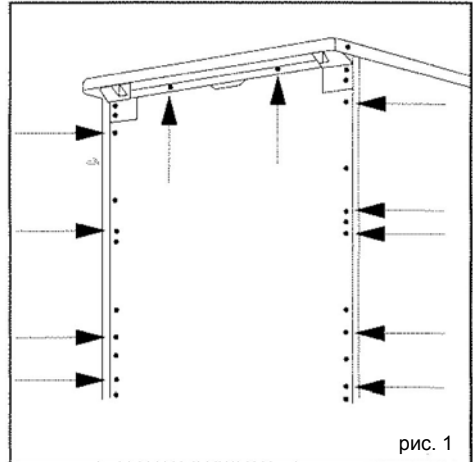

рис. 1
- либо с помощью гибкого шланга с резьбовой насадкой (рис. 1).
-либо с помощью гибкого шланга с резьбовой насадкой (рис. 1).
– Снимите решетку, крышки и головки всех горелок (рис. 1).
– Снимите заднюю крышку плиты, выкрутив 11 винтов. (рис. 1)